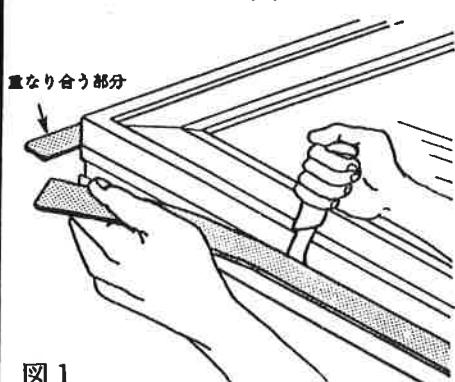

図1
- C. ナイフで接合側のフランジを切り取ります。この際、フランジは全て切り取らず、横に並べて連窓する場合は右側下部に、縦に積み重ねて連窓する場合は接合部の両サイドに、それぞれ重なりあう部分を残しておきます。（図1）